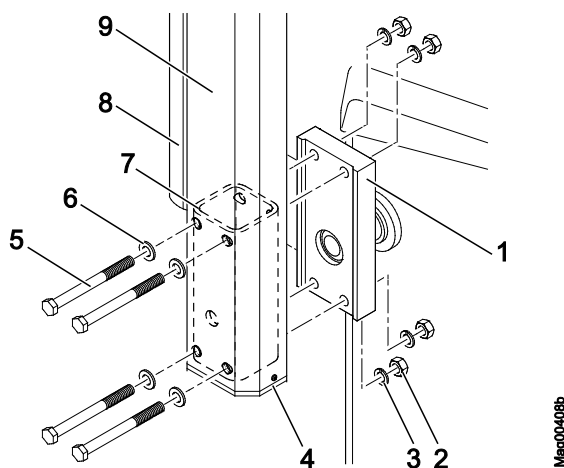

Bild 23: Montera bomröret
5. Skjut in fyrkantröret enligt bilden Bild 23 på flänssidan i bomröret.